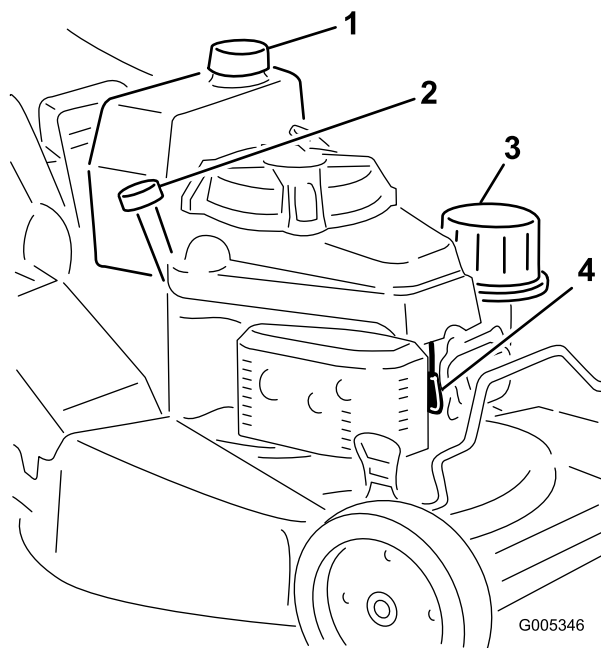

Figura 11
1. Limpie alrededor del tapón del depósito de combustible (Figura 11).
1. Conecte el cable de la bujía (Figura 11).